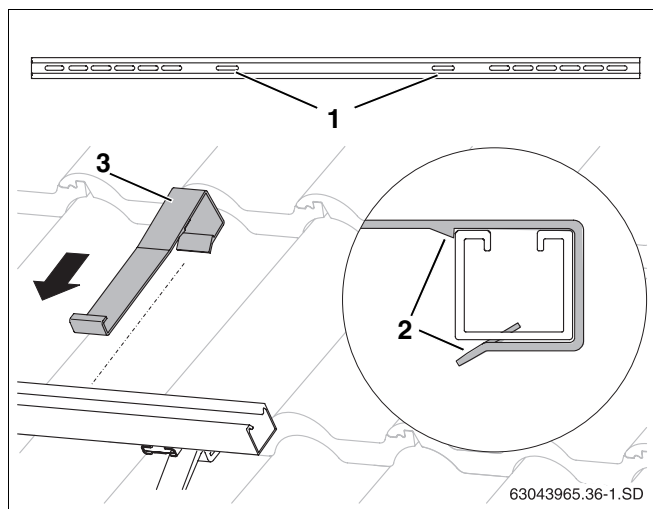

Fig. 34 Enganchar el seguro contra deslizamiento
- ▶ Deslice los seguros contra deslizamiento (fig. 34, **pos. 3**) en los correspondientes orificios ovalados interiores (fig. 34, **pos. 1**) desde fuera sobre los perfiles guía hasta que encajen (fig. 34, **pos. 2**).